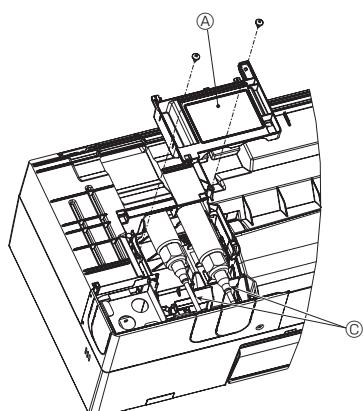

Fig. 3-16
- Retire la cubierta de la caja A. (Fig. 3-16)